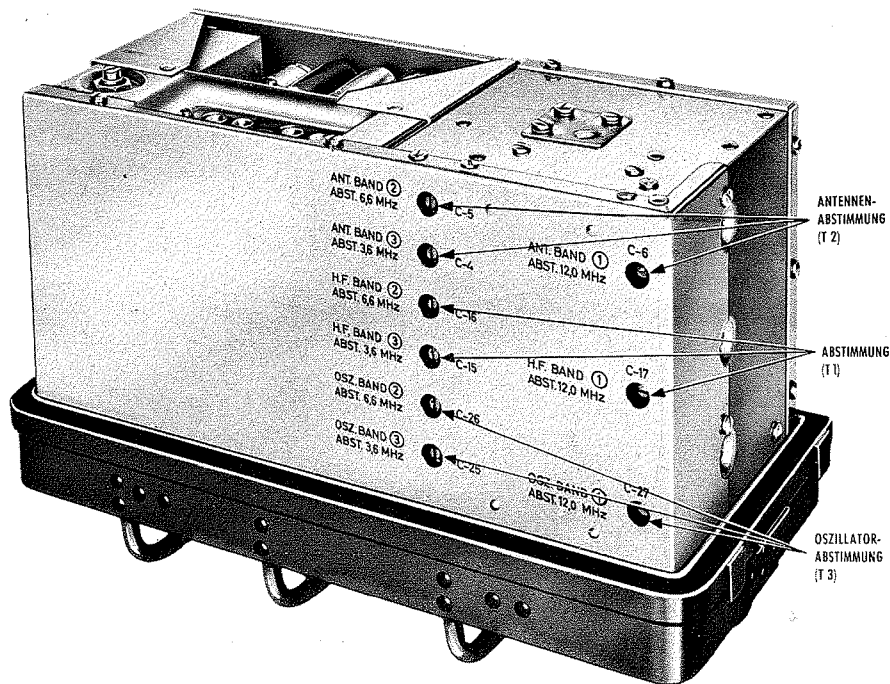

Bild 116 Empfänger mit Abstimpunkten, Unteransicht
- c) Kondensator C 26 des Oszillators (Band 2 auf der unteren Seite des Empfängerchassis) abstimmen (siehe Bild 116).